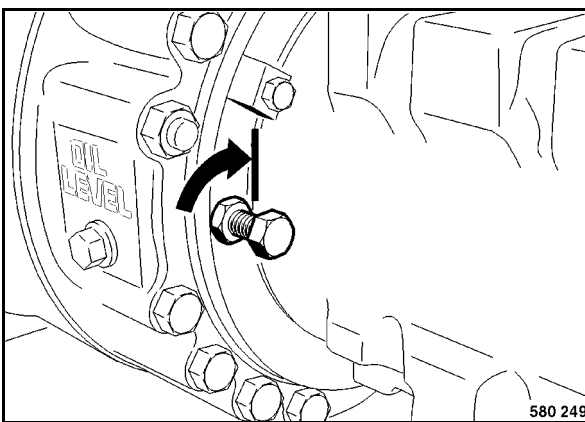

Fig. 81
- Volver a enroscar los tornillos para soltar el freno (Fig. 81) hasta entrar en contacto con el pistón del freno.